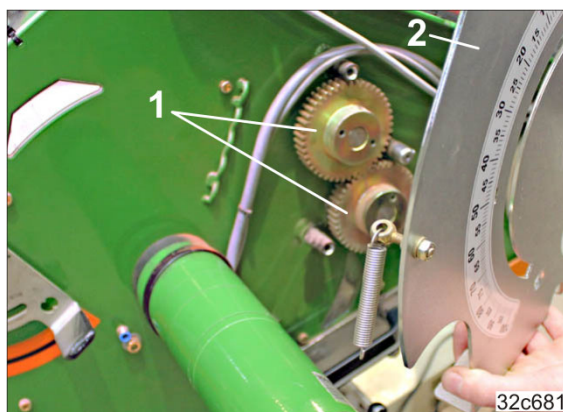

Fig. 286
7. Rens gearhjulne (Fig. 286/1) bagved skalapladen (Fig. 286/2) for støv og snavs med trykluft.